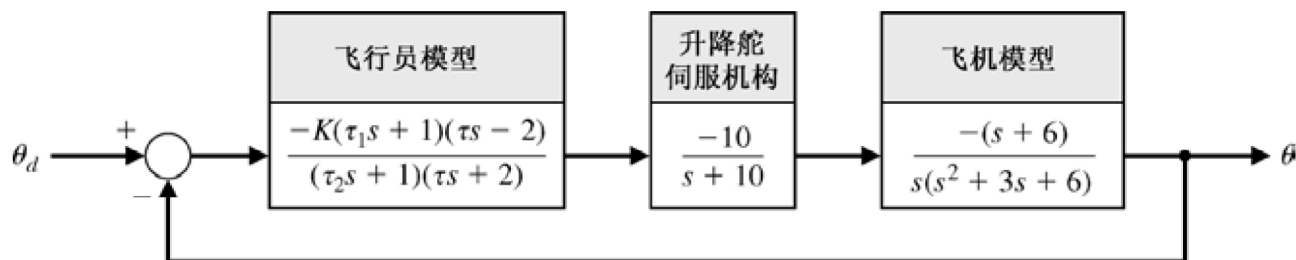

图 CP6.5 飞行员在回路中的飞机控制系统
**CP6.5** 在飞机控制系统的设计和分析过程中，我们常用“虚拟(纸)飞行员”模型对飞行员进行建模。飞机和飞行员构成的回路如图 CP6.5 所示，其中变量 $\tau$ 表示飞行员的时延， $\tau=0.6$  意味着飞行员的反应较慢，而 $\tau=0.1$  则意味着飞行员的反应较快。飞行员模型的其他参数分别为  $K=1$ ， $\tau_1=2$  和  $\tau_2=0.5$ 。编写 m 脚本程序，分别针对反应较快和反应较慢的飞行员，计算闭环系统的极点，并讨论所得到的结果。另外，为了保证系统稳定，试分析飞行员的最大允许时延。